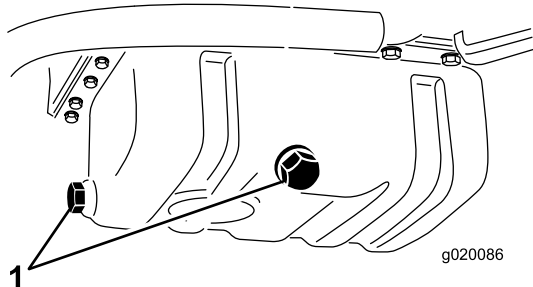

图 51
2. 拆下排油塞 (图 51) 让油流入放油盘。油不再流时安装排油塞。